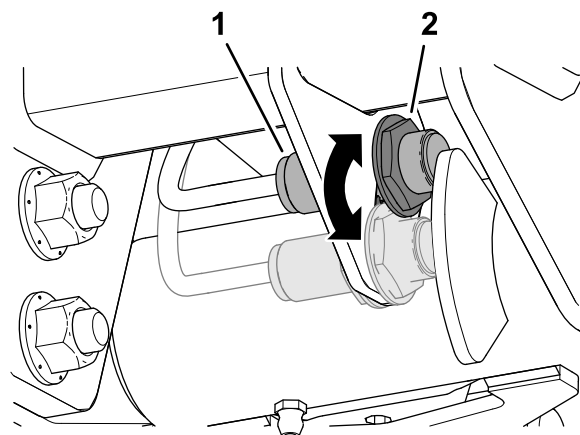

Figura 53
3. Slăbiți contrapiulița care fixează comutatorul braului de ridicare pe plăcuța cu comutatoare (Figura 53).